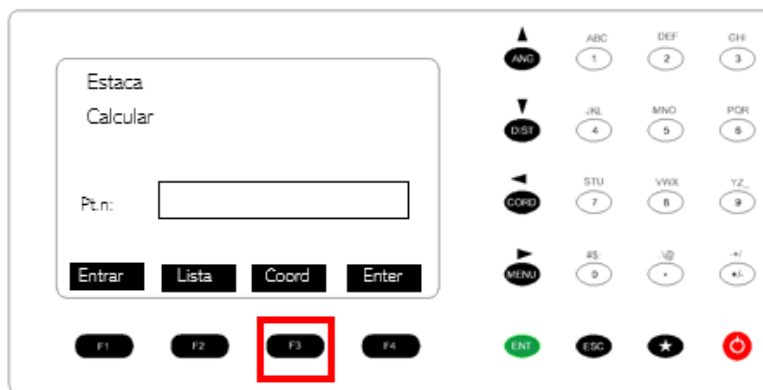

Figura 131. Replanteo de puntos.
35. En la nueva ventana Estaca, presionar F3 Coord. para introducir las coordenadas para poder introducir las coordenadas del punto a replantar. Figura 131.